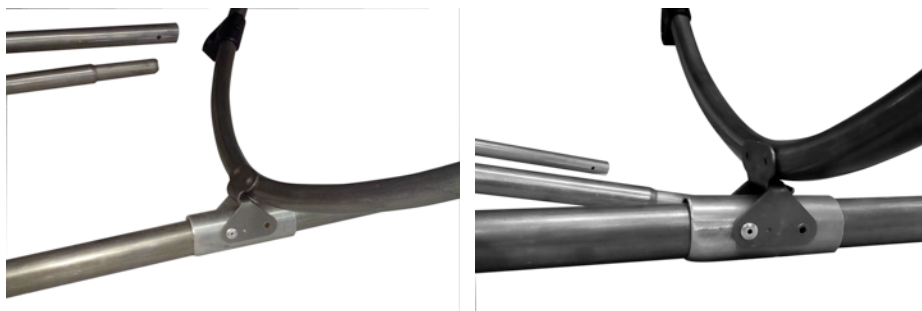

Рис.2. Установка шпангоута на штевень или кильсон.
3. Закрепите на носовом штевне шпангоут № 1 – см. рис. 2. Для этого зацепите крючек шпангоута за серьгу штевня и поднимите шпангоут. Следите за тем, чтобы крючек проворачивался на серьге, а не разгибался.